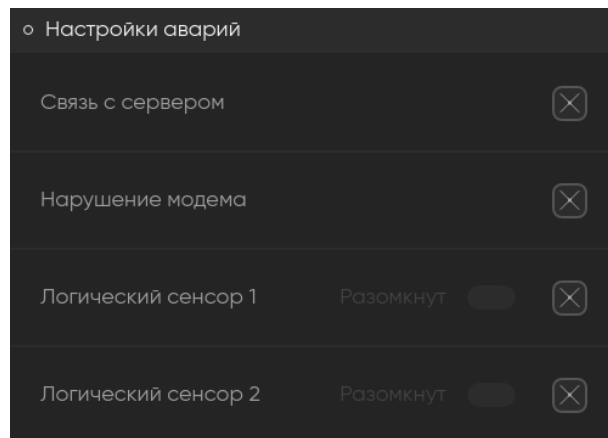

Рисунок 36 — Поле «Настройки аварий»
– **Логический сенсор1** и **Логический сенсор2**. К блоку FSR1/FSC можно подключить до 2-х пассивных внешних датчиков. Если установлено **Открыт** – то состояние входных контактов, по которому не приходит авария – разомкнутое, если установлено **Закрыт** – замкнутое (рисунок 36).